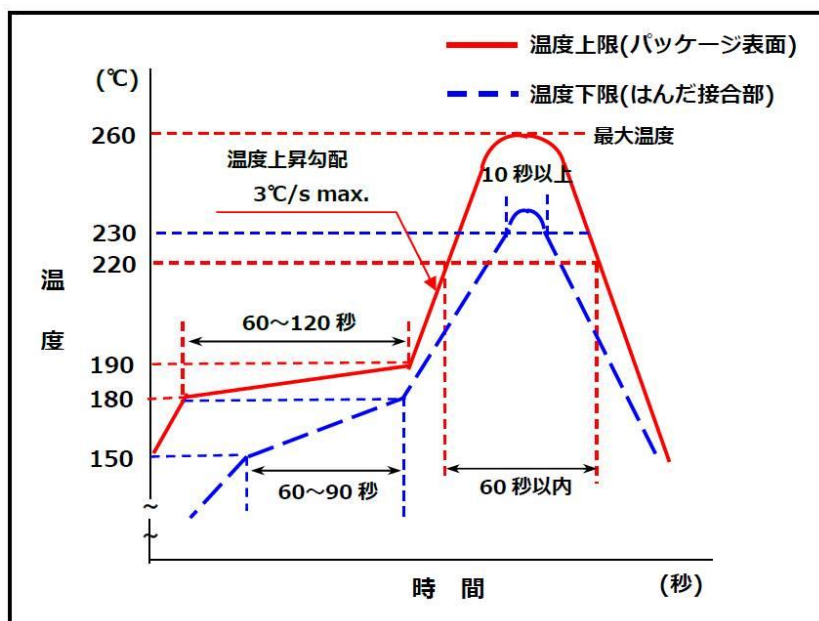

図3-5-1. 温度プロファイルの例
- (1) はんだ接合部の温度は230°C, 10秒以上、パッケージの表面温度は220°C, 60秒以内およびピーク温度260°C以下、温度上昇勾配最大3°C/sとなるように設定願います。
- (2) 温度プロファイルの一例として図3-5-1を参照してください。